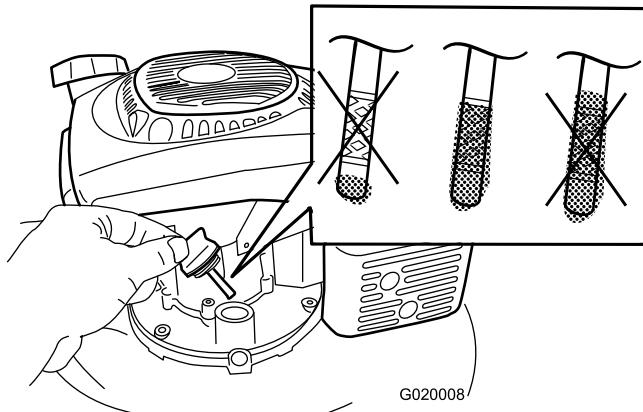

Figura 9
1. Retire la varilla, límpielas con un trapo, vuelva a colocarla en el tubo de llenado, pero no la enrosque (Figura 9).
2. Retire la varilla y compruebe el nivel de aceite (Figura 9). Si el nivel de aceite está por debajo de la marca Añadir de la varilla, vierta aceite lentamente por el tubo de llenado hasta que el nivel llegue a la marca de Lleno de la varilla. **No llene demasiado.** (Capacidad máxima: 0.65 l (22 onzas), tipo: 10W-30 o SAE 30, aceite detergente con clasificación de servicio API, SJ, o superior.)